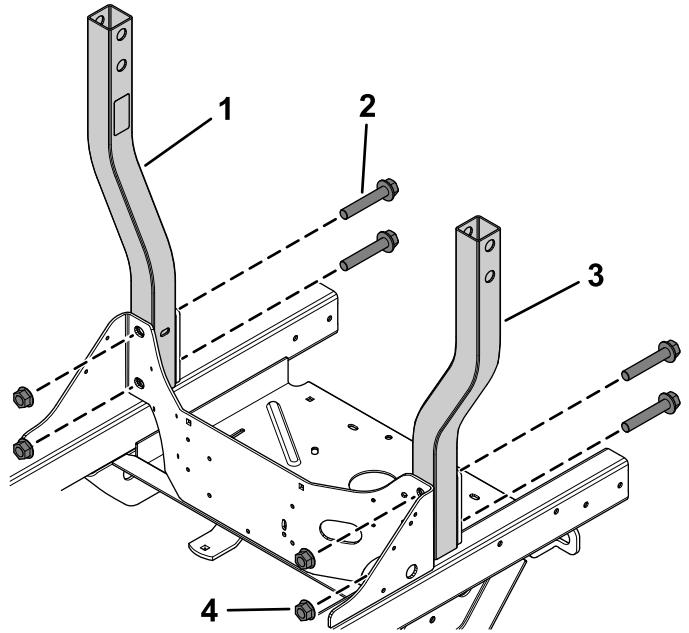

Bild 1
1. Befestigen Sie die unteren Überrollbügelbaugruppen locker mit zwei Bundkopfschrauben ($\frac{5}{8}$ " x $3\frac{1}{2}$ "') und zwei Sicherungsmuttern ($\frac{5}{8}$ "') auf jeder Seite am Mäher (Bild 1).